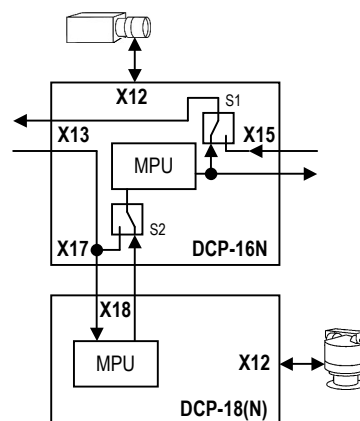

Bild 10 – DCP-16N Controller als Option zum DCP-18(N) Controller
Wie auf dem Bild 10 ersichtlich, gelangen VISCA™ Pakete von X13 auf der Baugruppe DCP-16N immer zuerst in den DCP-18(N) Controller und erst von dort aus in den DCP-16N Controller. Soll die VISCA™ Adresse der VISCA™ Instanz fest eingestellt werden, so muss dies bei der Baugruppe DCP-18(N) erfolgen, da diese das erste VISCA™ Gerät in der Kette ist.